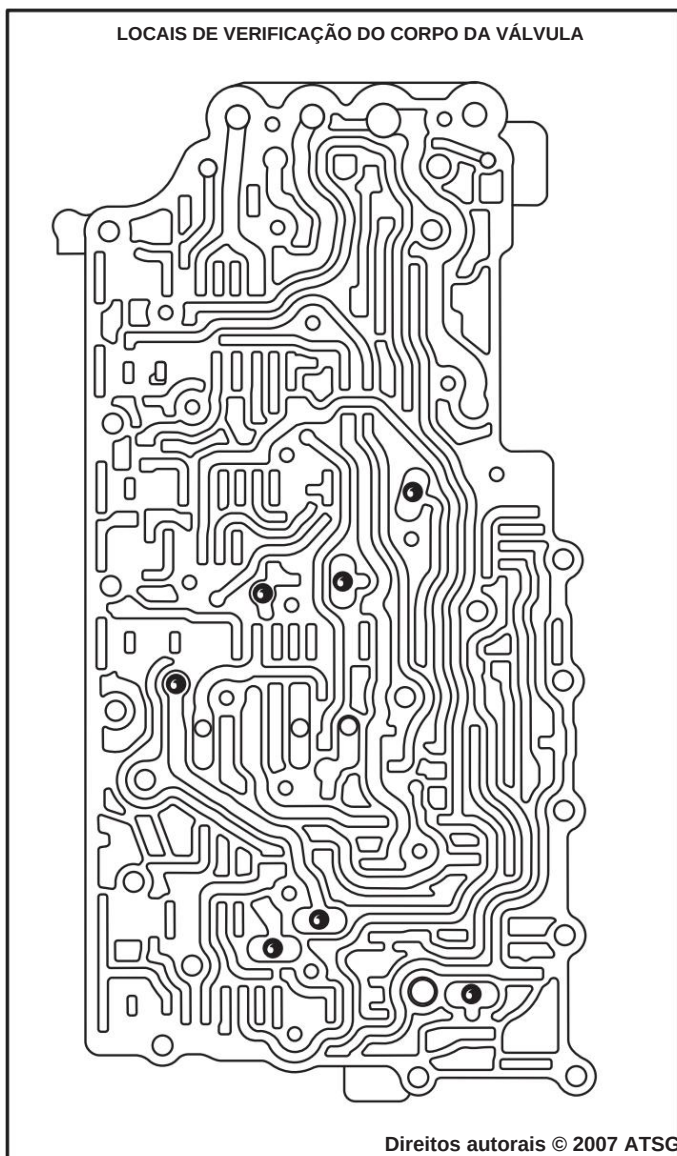

Figura 142
18. Instale as sete (7) esferas de verificação em seus locais apropriados no corpo superior da válvula, conforme mostrado na Figura 142.